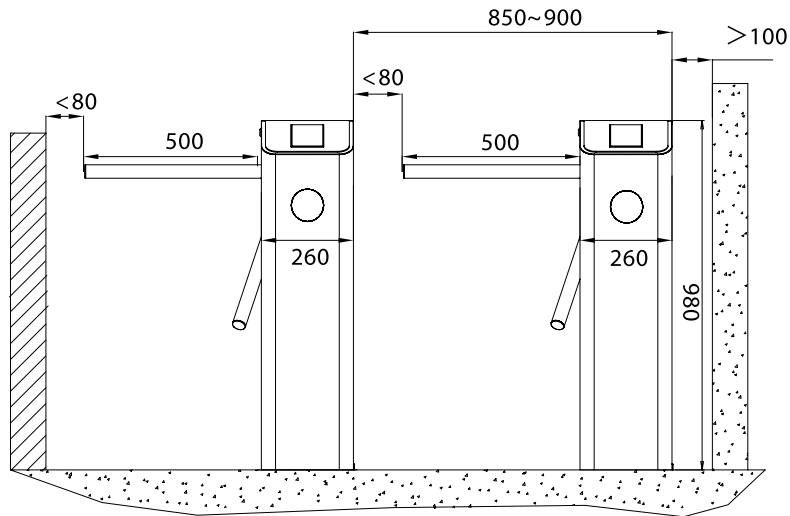

Figura 3-1
El equipo deberá ser instalado en piso de concreto asegurando que los taquetes de expansión estén seguros y firmes. El espacio para un solo torniquete debe ser de 850 ~ 900 mm de ancho y se sugiere instalar un marco o valla para formar un pasillo para los usuarios como se muestra en la figura 3-1.
1. El espacio al final del brazo no debera ser mayor de 80 mm (vea la figura 3-1).